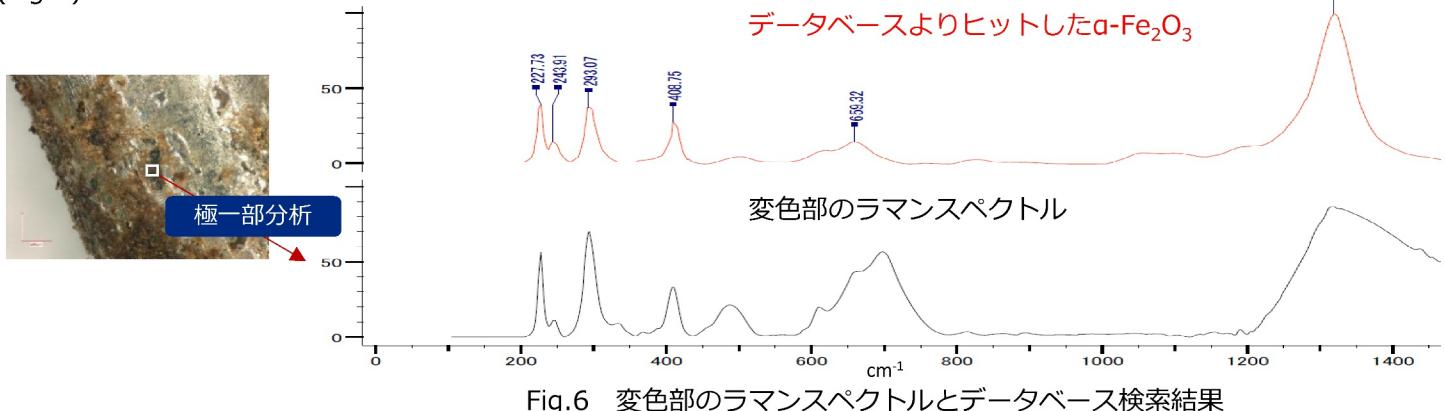

Fig.6 変色部のラマンスペクトルとデータベース検索結果
■ 極一部をラマン分光にてスペクトルを測定した結果、その箇所では $\alpha\text{-Fe}_2\text{O}_3$ (ヘマタイト)を含むことがわかりました(Fig.6)。